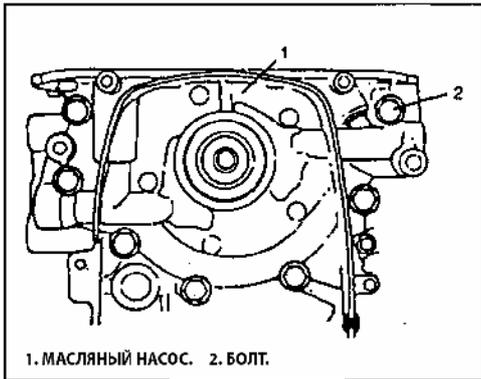

Рис. 146
- 6) Снимите масляный насос (Рис. 146).